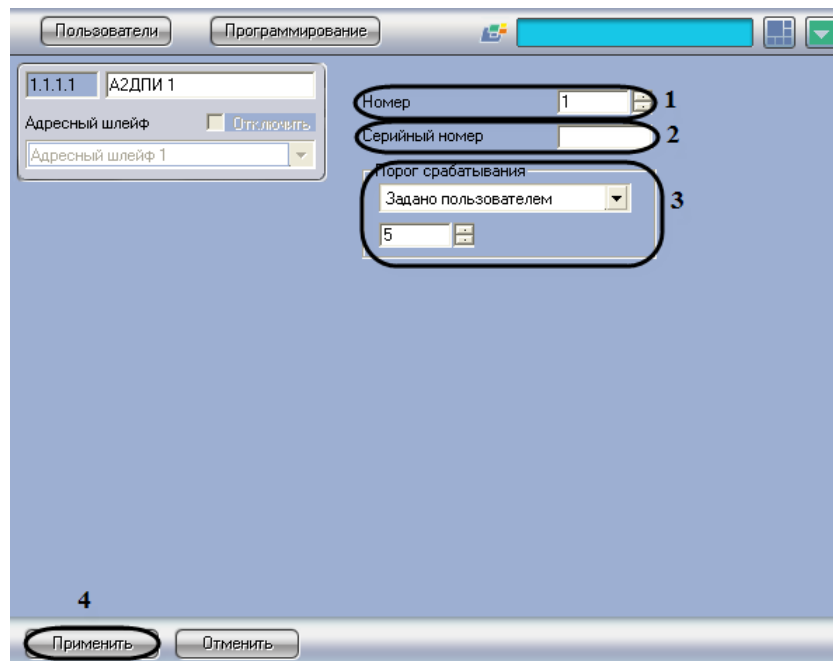

Рис. 3.5—2 Панель настроек объекта А2ДПИ
2. В поле **Номер** необходимо с помощью кнопок **вверх-вниз** ввести порядковый номер в списке устройств (см. Рис. 3.5—2, 1).
3. В поле **Серийный номер** необходимо ввести серийный номер устройства (см. Рис. 3.5—2, 2).